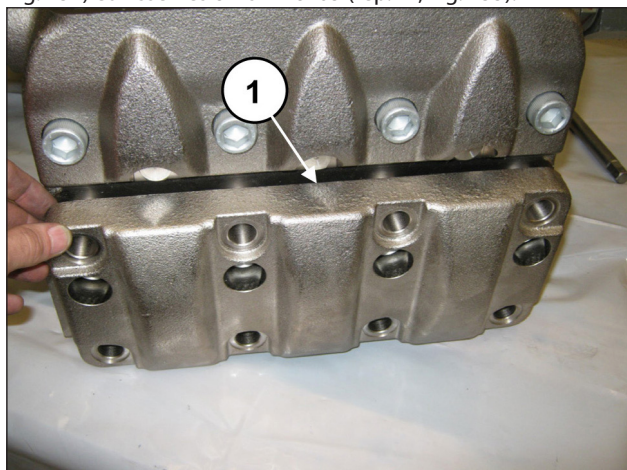
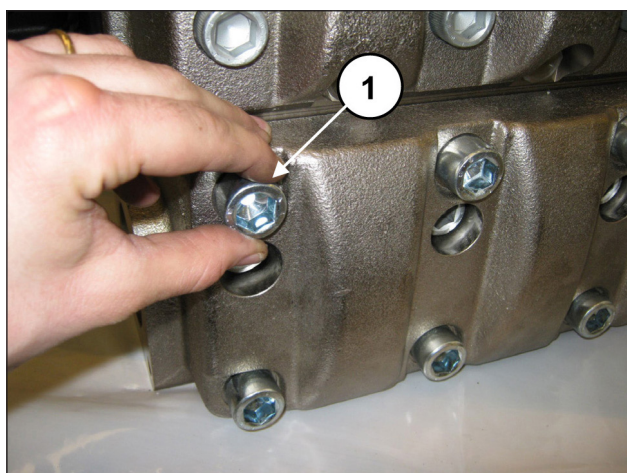

Fig. 154
Fig. 155
Après avoir terminé le remontage des groupes soupape d'aspiration, poser le couvre-soupapes d'aspiration (rep. ①, Fig. 154) et visser les 8 vis M18x65 (rep. ①, Fig. 155).